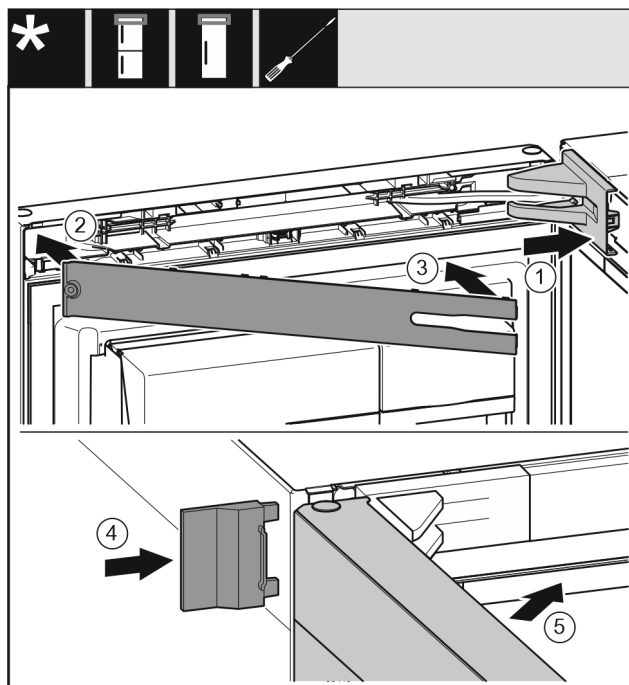

Fig. 73
- ▶ Nasadte kryt ložiskovej konzoly Fig. 73 (1) a zaklapnite, príp. opatrne roztlačte.
- ▶ Nasadte kryt Fig. 73 (2).
- ▶ Kryt Fig. 73 (3) natočte a zaistite.
- ▶ Nasuňte vonkajší kryt Fig. 73 (4).
- ▶ Zatvorte horné dvere Fig. 73 (5).